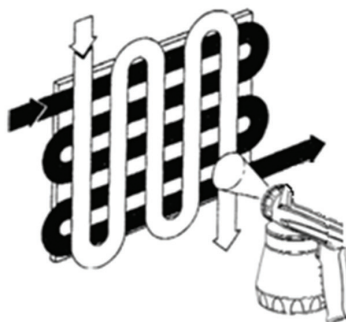

Рис. 10
Проводите краскопульт слева на право, затем верх вниз (рис. 10).
5. Нажмите на кнопку фиксации распылительного блока (5), отсоедините его от основного корпуса краскопульта (рис. 10) и очистите от краски.